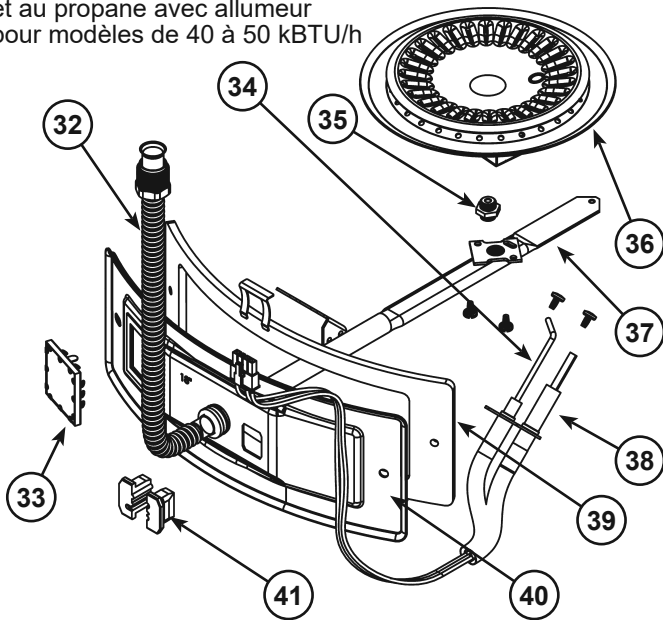
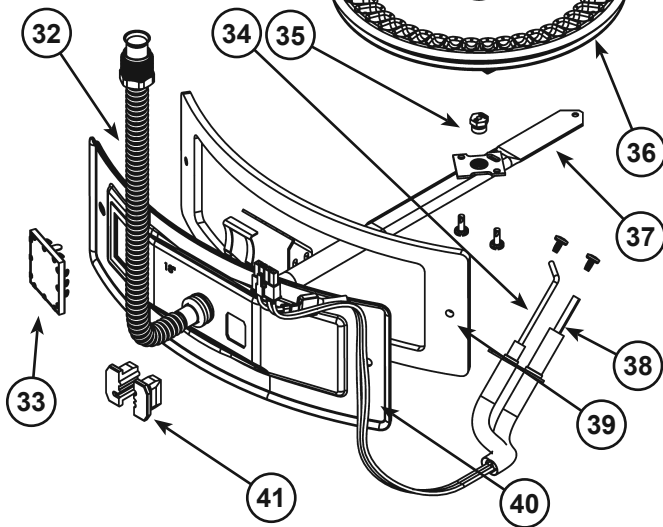

Figure 6
Figure 7
- 14 Porte de collecteur (derrière porte extérieure) (voir Figure 6 et Figure 7)
- 32 Tube de collecteur flexible (voir Figure 6 et Figure 7)
- 33 Hublot (voir Figure 6 et Figure 7)
- 34 Détecteur de flamme (voir Figure 6 et Figure 7)
- 35 Injecteur de gaz (voir Figure 6 et Figure 7)
- 36 Brûleur en tôle (voir Figure 6 et Figure 7)
- 37 Collecteur de gaz (voir Figure 6 et Figure 7)
- 38 Allumeur à surface chaude (voir Figure 6 et Figure 7)
- 39 Joint de porte de collecteur (voir Figure 6 et Figure 7)
- 40 Porte de collecteur (voir Figure 6 et Figure 7)
- 41 Passe-fil en deux parties avec pince (voir Figure 6 et Figure 7)